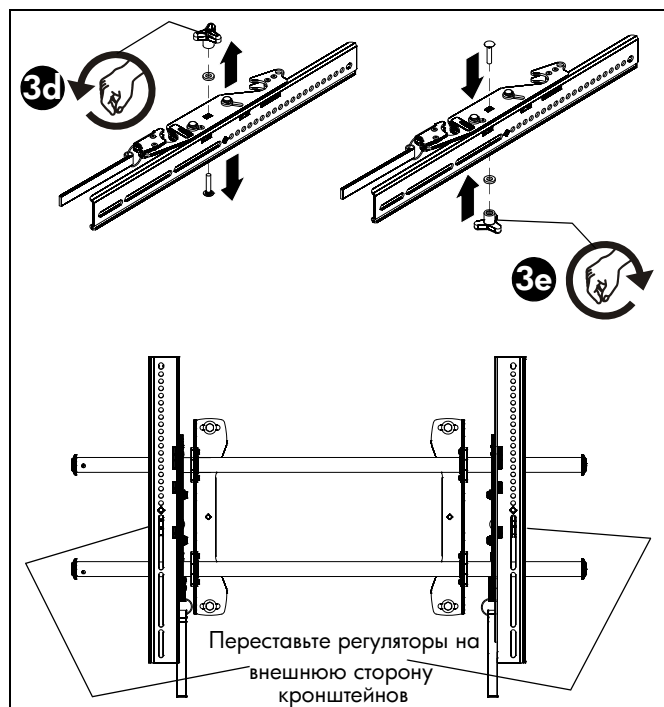

рис. 6
3. Если необходимо поменять местами соединительные кронштейны, измените положение регуляторов наклона на соединительных кронштейнах. (См. рис. 6)